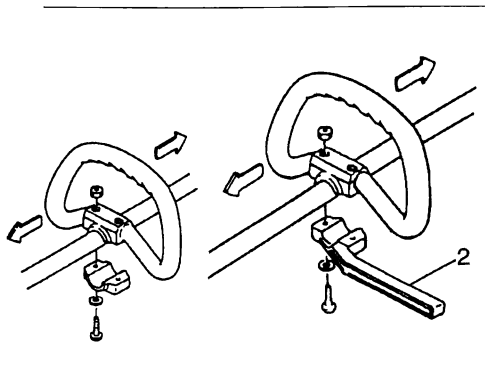

Fig. 1-2
Installation of handle (Fig. 1-2)
When you use steel/rigid blades on straight shaft trimmers or brush cutters, always use barrier bar (2) and shoulder harness with the loop handle. (Fig. 1-2)
Installation du manche (Fig. 1-2)
Utiliser toujours un barreau protecteur (2) et une bandoulière de sécurité avec le guidon de cadre lorsqu'on emploie une lame d'acier/rigide montée sur un coupe-bordure ou sur une débroussailluse à l'arbre droit. (Fig. 1-2)
Montaggio del manubrio (Fig. 1-2)
Usare sempre una barriera di spranga (2) ed una bardatura di spallina con il manubrio anulare quando si utilizzano una lama di acciaio/rigida montata sui tosaerba o sui decespugliatori di albero retto. (Fig. 1-2)
Anbringung des Handgriffs (Fig. 1-2)
Verwenden Sie immer eine Schutztraverse (2) und einen Sicherheitsgurt mit der Rahmenlinkstange, wann man eine starre/stählerne Klinge auf einem Rasentrimmer oder einem Gestrüppschneider mit einer geraden Welle benutze. (Fig. 1-2)
Montaje del manillar (Fig. 1-2)
Empléense siempre una barrera de guardia (2) y un arnés de seguridad con el manubrio anular al utilizar una cuchilla de acero/rígida montada sobre una segadora de césped o sobre una desbrozadora de árbol recto. (Fig. 1-2)
Montering av handtag (Fig. 1-2)
Använd alltid spärstången (2) och säkerhetselen med remhandtag, när en styv stålklinga används på grästrimmer eller buskklippare med en rak skaft. (Fig. 1-2)